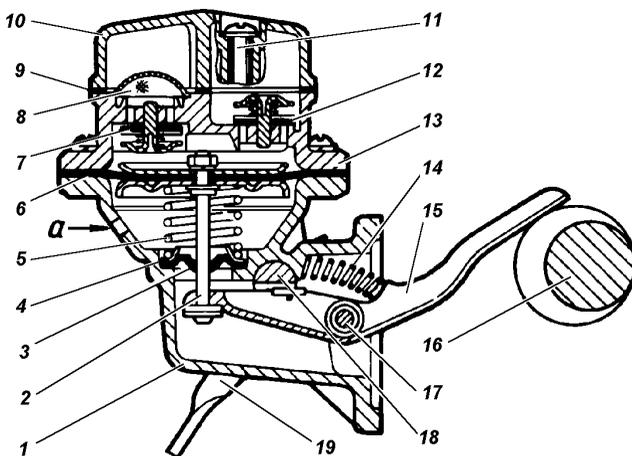

Рис. 9.8. Топливный насос Б9В-Б:
**Топливный насос** (рис. 9.8) периодически проверяйте на отсутствие подтекания топлива через контрольное отверстие. Подтекание свидетельствует о неисправности диафрагмы. В этом случае замените диафрагму.